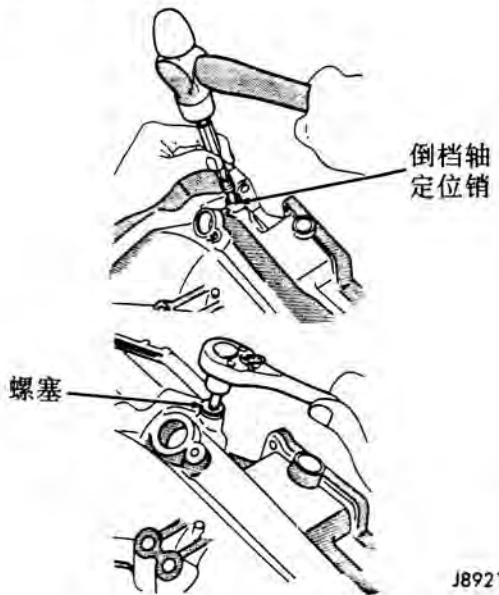

图 53 安装倒档轴销
(5) 在后壳体安装倒档轴和轴定位销。然后用内六方扳手安装螺塞(图 53)。